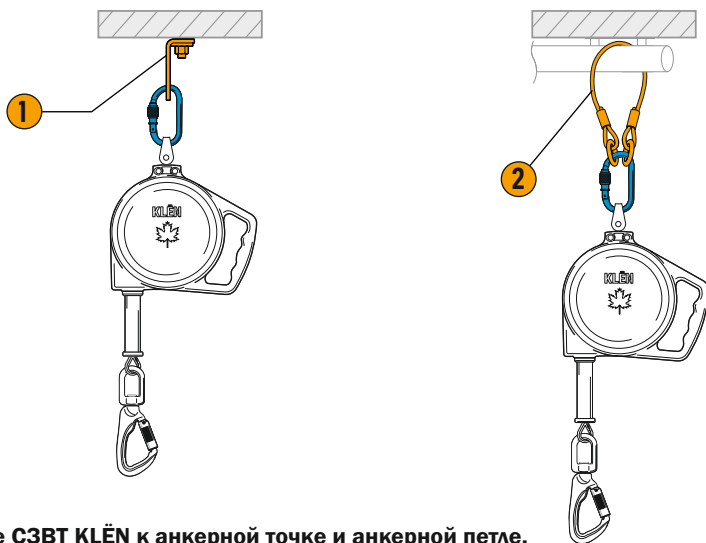

Рис. 12 Крепление СЗВТ KLĚN к анкерной точке и анкерной петле.
4. Соединить овальный карабин с анкерной точкой (1) или анкерной петлей (2) (рис. 12).